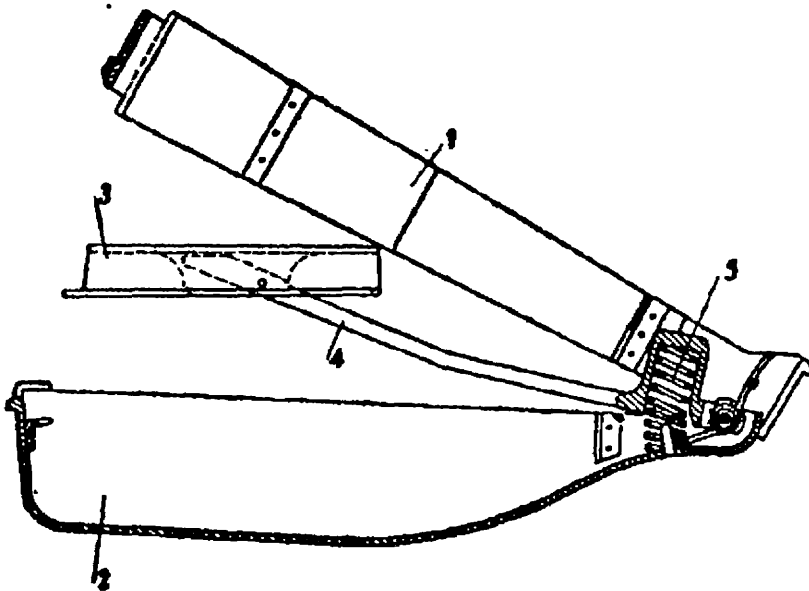

Рис. 19. Магазин:
18. Магазин (рис. 19) служит для помещения обоймы с патронами. Он состоит из коробки магазина и крышки с подающим механизмом.